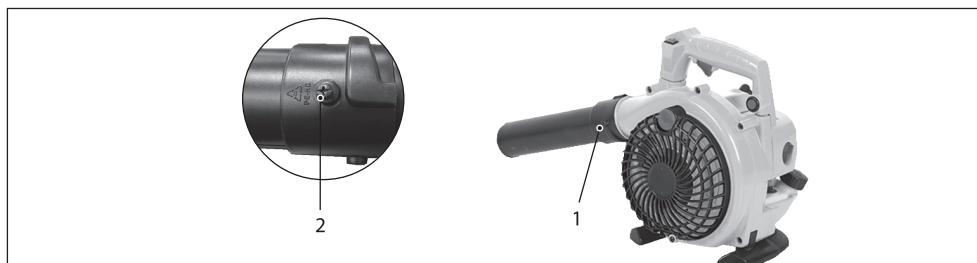

Рис. 2
- Установите напорную трубу в сборе на воздуходувку, совместив паз на трубе и выступ на воздуходувке. Затем поверните трубу 1 (рис. 2) по часовой стрелке до упора для закрытия замка.
- Дополнительно зафиксируйте соединения с помощью винта 2 (рис. 2).